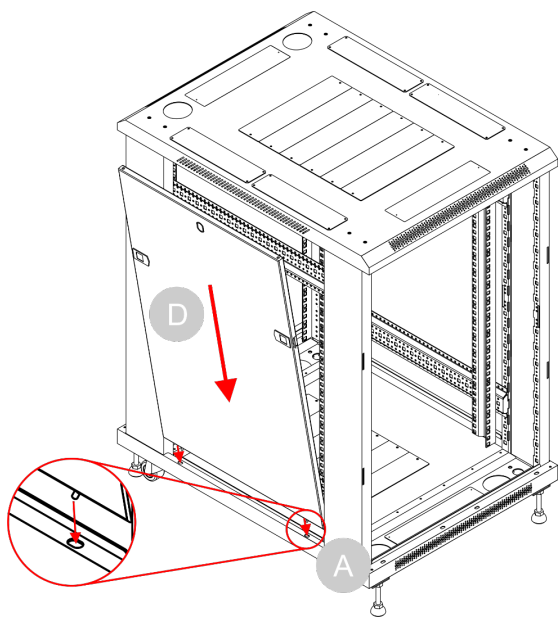

Fig. 35
- 19) Collocare con cautela il **pannello laterale (D)** sulla **piastra di fondo (A)**, in modo che i 2 perni sul fondo del **pannello laterale (D)** si inseriscano nei fori della **piastra di fondo (A)**, come illustrato nella Fig. 35.